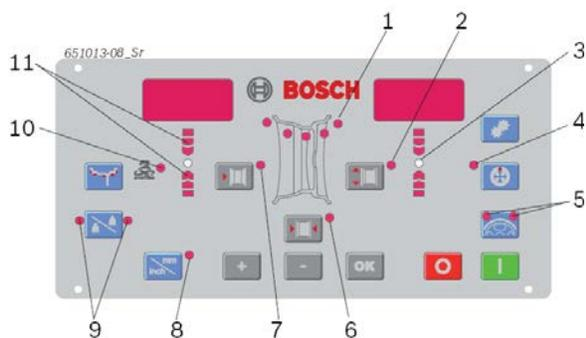

Рис. 4. Светодиоды на панели управления / поле индикации (позиции расшифровываются в нижеприведенной таблице).
Благодаря светодиодам (рис. 4, поз. 1) отображаются положения плоскостей балансировки для каждой программы балансировки.
При выбранной программе балансировки **PAX** дополнительно светится светодиод «Pax» (рис. 4, поз. 10).
Светодиоды в форме стрелки (рис. 4, поз. 11) указывают, в каком направлении следует поворачивать колесо, чтобы достичь положения «12 часов» для крепления балансировочного грузика.
- ⇒ Как только корректное положение для крепления балансировочного грузика будет достигнуто, загорается светодиод (рис. 4, поз.3), и звуковой сигнал подтверждает корректное положение.
- ⇒ Загораются оба светодиода кнопки **SPLIT** («РАЗДЕЛЕНИЕ») (рис. 4, поз. 5).
- ⇒ Как только корректное положение для крепления балансировочного грузика будет достигнуто, загорается светодиод (рис. 4, поз.3), и звуковой сигнал